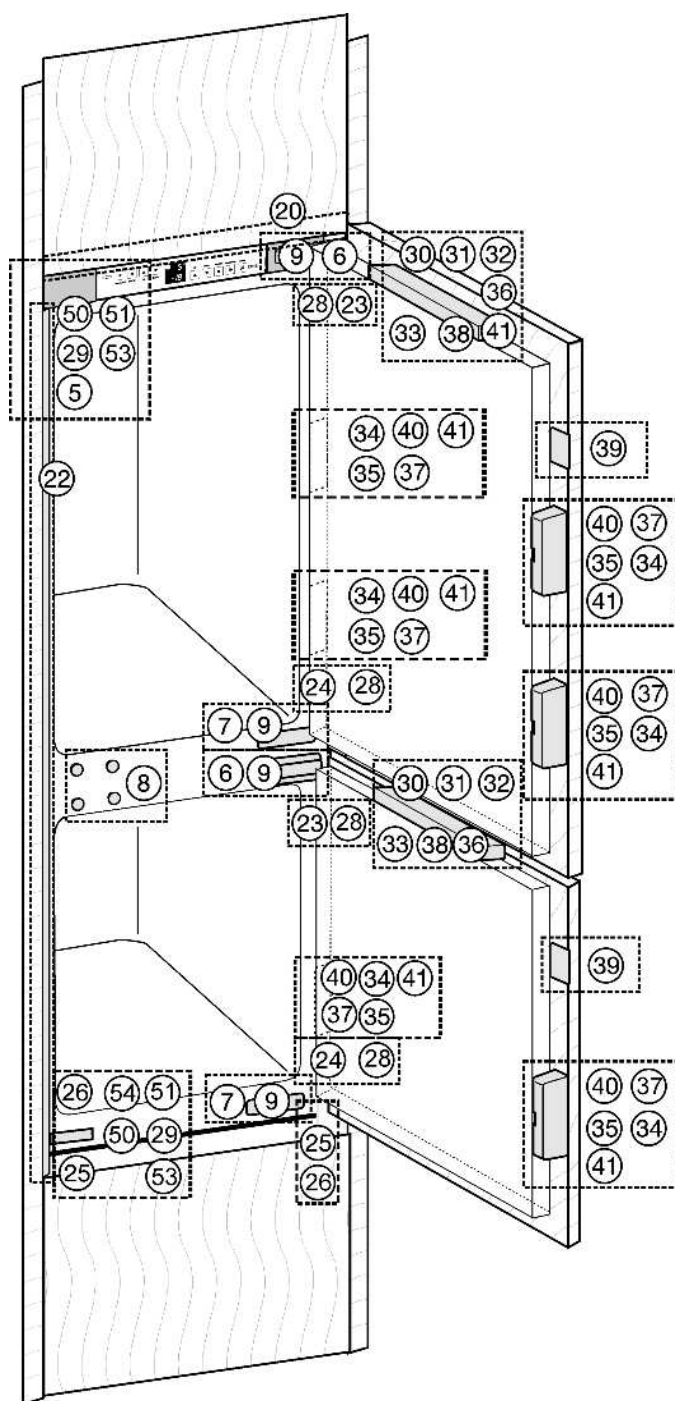
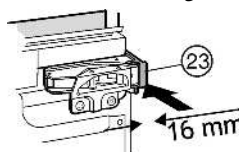
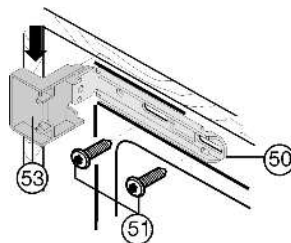
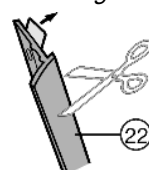

Fig. 8
Fig. 12
Fig. 13
Fig. 14
- ▶ Снимите крышки Fig. 8 (5, 6, 7).
- Защелкните распорный элемент *Fig. 12 (23)* на верхнем и распорный элемент *Fig. 8 (24)* на нижнем шарнире.
- Наденьте верхнюю и нижнюю крышку *Fig. 13 (53)* на крепежный уголок *Fig. 13 (50)*.
- Закрепите крепежный уголок *Fig. 13 (50)* вверху и внизу винтами *Fig. 13 (51)* так, чтобы уголок можно было немного двигать влево и вправо.
- Снимите защитную пленку с декоративной планки *Fig. 14 (22)*. Прикрепите декоративную планку *Fig. 14 (22)* со стороны ручки заподлицо с лицевой стороной к выступу крышки *Fig. 13 (53)* и наклейте на боковую стенку устройства.
- При необходимости укоротите декоративную планку *Fig. 14 (22)* внизу: Декоративная планка *Fig. 14 (22)* должна заканчиваться на 3 мм выше верхней кромки нижнего крепежного уголка *Fig. 8 (50)*.
- Вдвигайте устройство до тех пор, пока крышки *Fig. 13 (53)* не будут упираться *Fig. 13* в боковую стенку предмета мебели.
- Учитывайте конструктивный размер (глубину упорных элементов дверей). Выдвиньте шарниры и крышки *Fig. 13 (53)* на расстояние, соответствующее этому конструктивному размеру.
- Выставьте устройство прямо, регулируя опоры *Fig. 8 (25)* при помощи прилагаемого вилочного ключа *Fig. 8 (26)*.